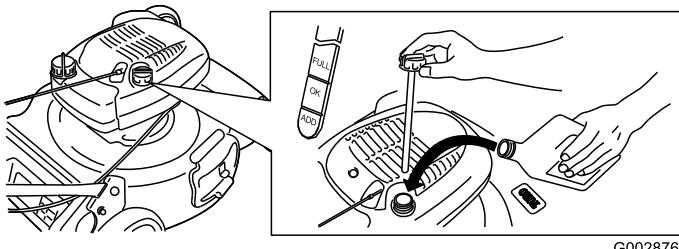

Figura 12
1. Retire la varilla, límpiela, y vuelva a colocarla (Figura 12).
2. Retire la varilla y compruebe el nivel de aceite (Figura 12). Si el nivel de aceite está por debajo de la marca **Add** de la varilla, vierta **lentamente** aceite en el tubo de llenado hasta que el nivel llegue a la marca **Full** de la varilla. **No llene demasiado.** (Capacidad máxima: 20 onzas, tipo: SAE 30W, aceite detergente con clasificación de servicio API SF, SG, SH, SJ, SL o superior.)